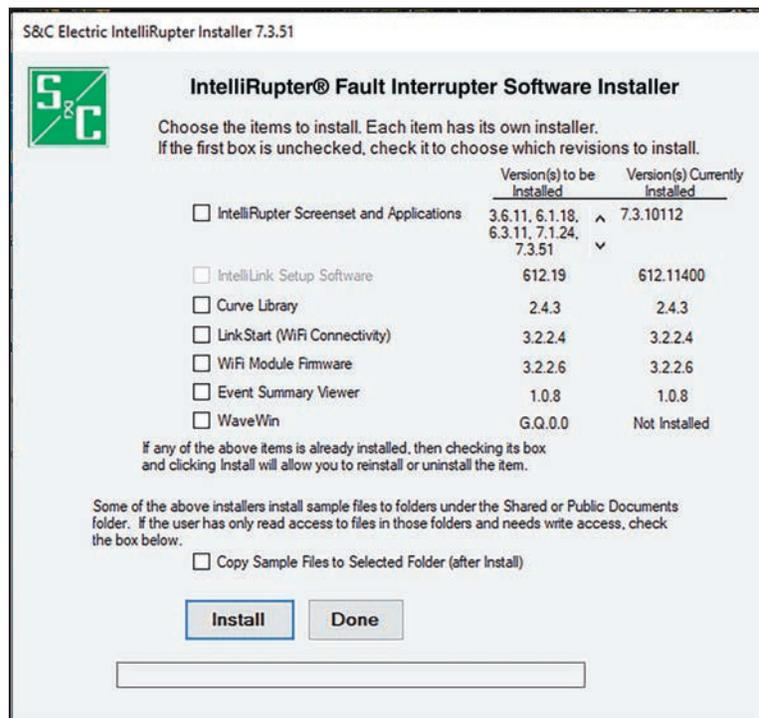

Figura 3. Pantalla del *Instalador del Software* del interruptor de fallas IntelliRupter.
PASO 2. Aparecerá la pantalla del *Instalador del Software IntelliRupter*, como se muestra en la Figura 3.